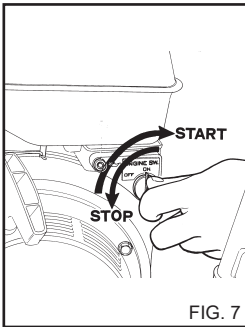

FIG. 7
- 3) Situar el conmutador del motor en la posición ON (fig. 7).
- a) Situar el conmutador del motor en la posición OFF. (fig. 7).